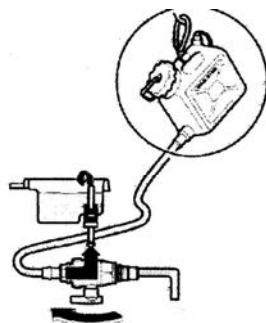

Figura 4 - Bomba manual para abastecimento da transmissão 01J
- Com auxílio de uma bomba manual (ferramenta VW VAS 5162 ou equivalente) abasteça a transmissão com o fluido novo G 052 180 A2 (aproxim. 5 litros). Veja a figura 4